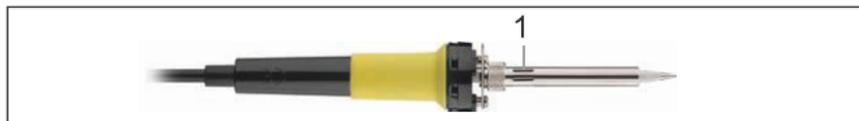

Fig.2: LötKolben
- Prüfen Sie den Sitz der Rohrhülse mit Rändelschraube, die zur Befestigung der Lötspitze dient. Siehe Abb. 2.